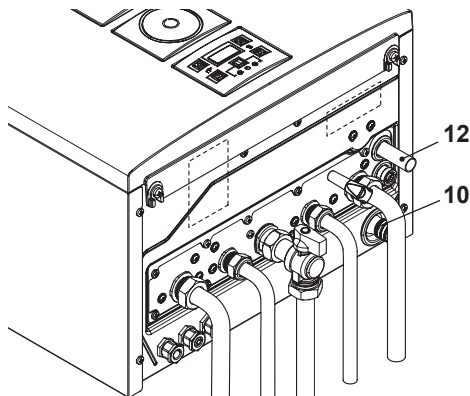

Figura 5.4
- Collegare lo scarico della valvola di sicurezza 12 (Figura 5.4) ad un imbuto di scarico.
- Inserire il tubo flessibile di scarico condensa 10 (Figura 5.4) all'interno del condotto di scarico condensa domestico o nell'imbuto di scarico della valvola di sicurezza, qualora lo scarico sia idoneo a ricevere condensa acida.